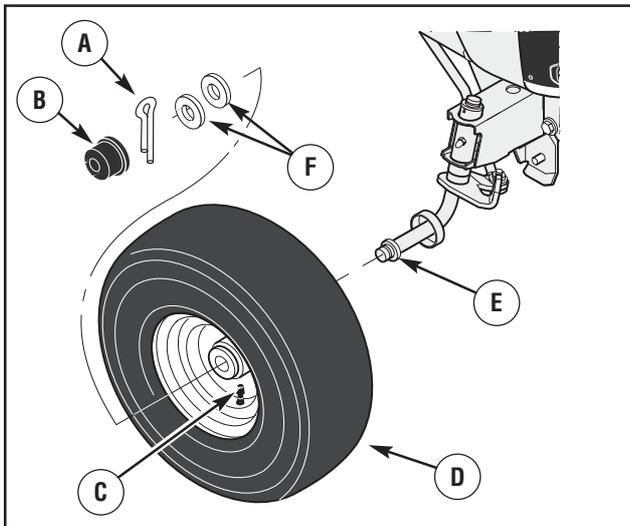

Figura 37: Assemblaggio ruota anteriore
1. Assicurarsi che lo **stelo della valvola** sia all'esterno del trattore. Far scorrere la **ruota anteriore** sull'**alberino** (vedere figura 37).